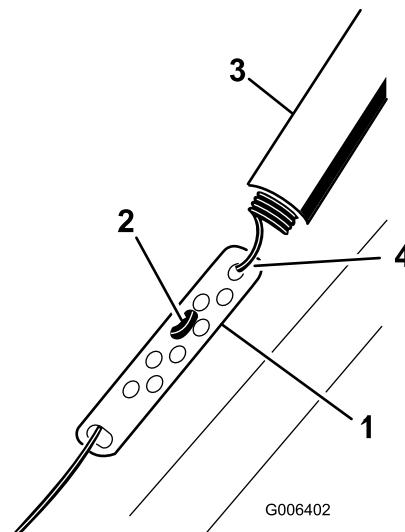

Figure 19
1. Remontez la protection du ressort et décrochez le ressort de la biellette de réglage (Figure 19).
2. Accrochez le raccord en Z à un trou plus haut ou plus bas sur la biellette de réglage de manière à obtenir un écart de 2 à 3 mm (1/16 à 1/8 po.) entre la barre de commande et le guidon (Figure 19).